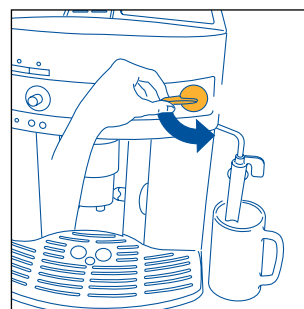
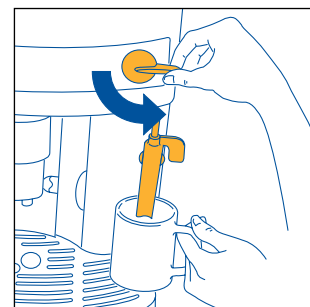
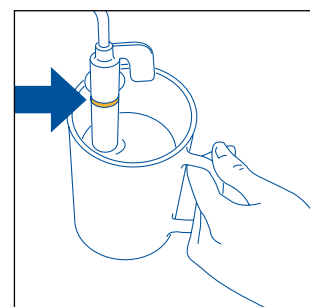

Abb.5
Abb.23
Abb.24
3. **SOFORT DANACH, INNERHALB VON 30 SEKUNDEN**, den Dampfdruckknopf nach links bis zum Anschlag drehen (Abb. 5) (es ist vollkommen normal, wenn hierbei die Maschine laut wird).
- Den Dampfdruckknopf um eine halbe Umdrehung nach links bis zum Anschlag drehen (Abb. 5): Das heiße Wasser tritt aus dem Milchaufschäumer heraus und läuft in den darunter stehenden Behälter.
- Den Milchaufschäumer in das Gefäß mit der Milch eintauchen (Abb. 23), wobei darauf zu achten ist, dass die auf dem Milchaufschäumer eingeprägte Linie nicht eingetaucht wird (angezeigt durch den Pfeil in Abb. 24). Dann den Dampfdruckknopf um eine halbe Umdrehung nach links bis zum Anschlag drehen (Abb. 5). (Passen Sie auf, dass Sie sich nicht verbrühen). Aus dem Milchaufschäumer entweicht der Dampf, der die Milch aufschäumt und ihr eine cremige Konsistenz verleiht. Um einen cremigeren Milchschaum zu erhalten, den Milchaufschäumer in die Milch eintauchen, und das Gefäß langsam von unten nach oben bewegen. (Es wird empfohlen, nicht länger als 2 Minuten Dampf zu beziehen).
- Einige Sekunden lang etwas Wasser oder Dampf austreten lassen, indem Sie den Dampfdruckknopf bis zum Anschlag nach links drehen (Abb. 5). Dadurch lässt das Dampfrohr eventuelle Milchrückstände, die sich im Innern abgesetzt haben, ab. **WICHTIG:** Aus hygienischen Gründen wird empfohlen, diesen Vorgang stets durchzuführen, um zu vermeiden, dass sich Milch im Innern des Milchaufschäumers absetzt.